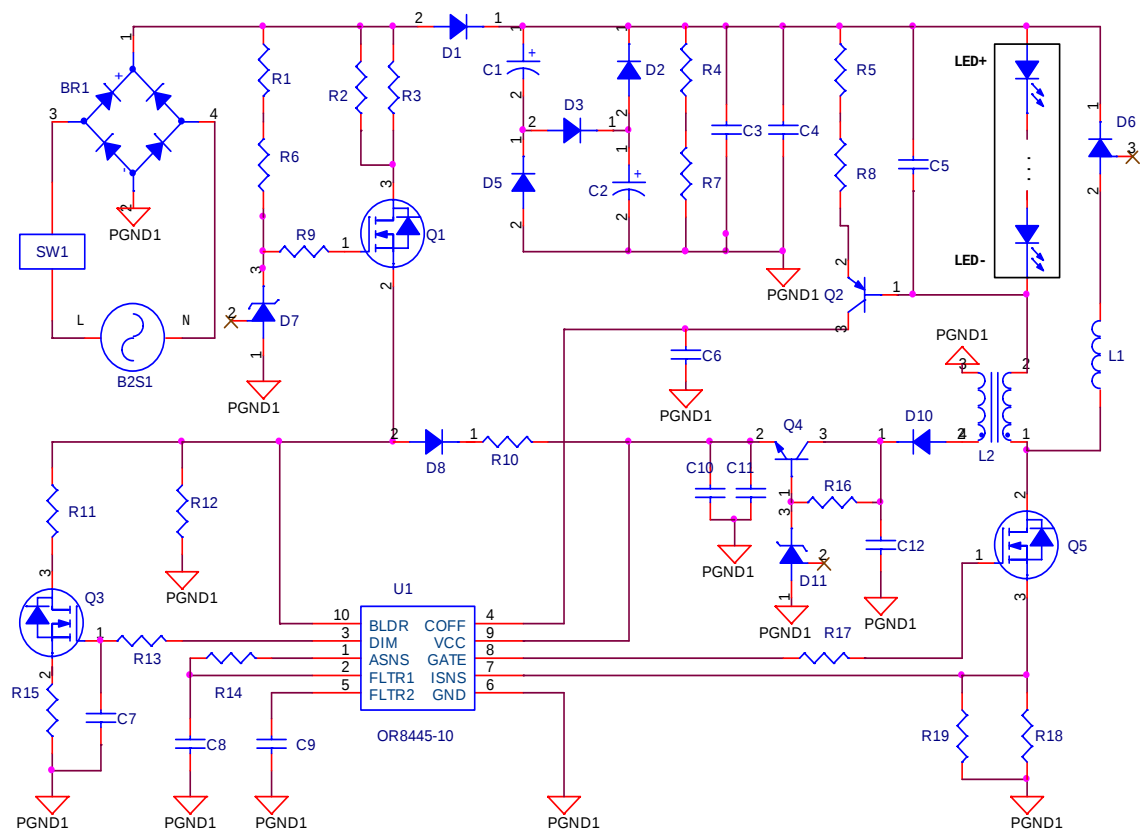

图 5 OR8445-10 芯片典型可控硅调光方案(负载: 7W)
在图 5 中，串联在整流桥 BR1 输入端的可控硅 (TRIAC) 调光器是采用传统基于相位控制电路，该电路工作时输出含有导通角度信息交流市电信号。OR8445-10 采样导通角度信号进行 LED 驱动电流调节。
1. 图5中OR8445-10典型应用图为220V、50HZ市电输入。
4. 泄放电阻R12电阻阻值不宜过小，电阻R12阻值过小会导致功率MSFET Q1发热量过大，典型应用图5 R12取值为5.1K。
7. 建议在图5中的应用方案中的Q1 MOSFET上加散热片。